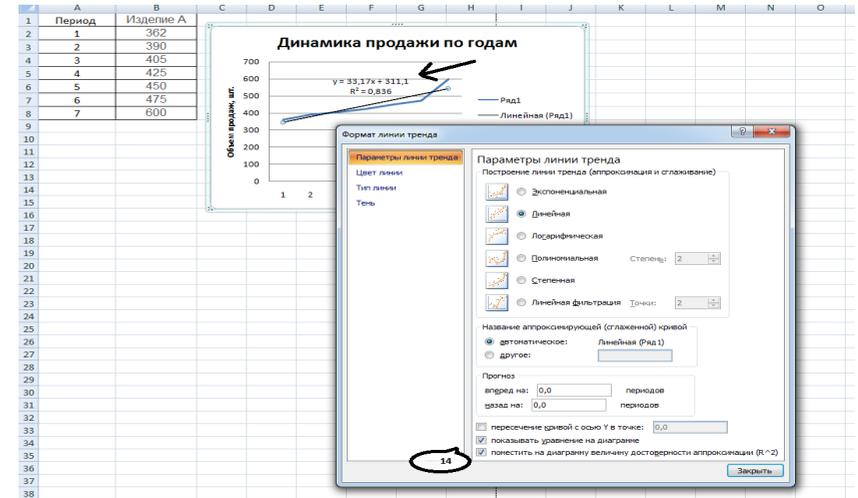

Рис. 2.7. Выбор дополнительных параметров тренда (часть 2)
7) В окне «Формат линии тренда», мы ставим флажок напротив «поместить на диаграмму величину достоверности аппроксимации  $R^2$ » и «показывать уравнение на диаграмме», нажимаем кнопку «закрыть» (рис. 2.7).
Как видно из рис. 2.7, объем продаж изделия А изменяется следующим образом:  $y = 33,17x + 311,1$ .